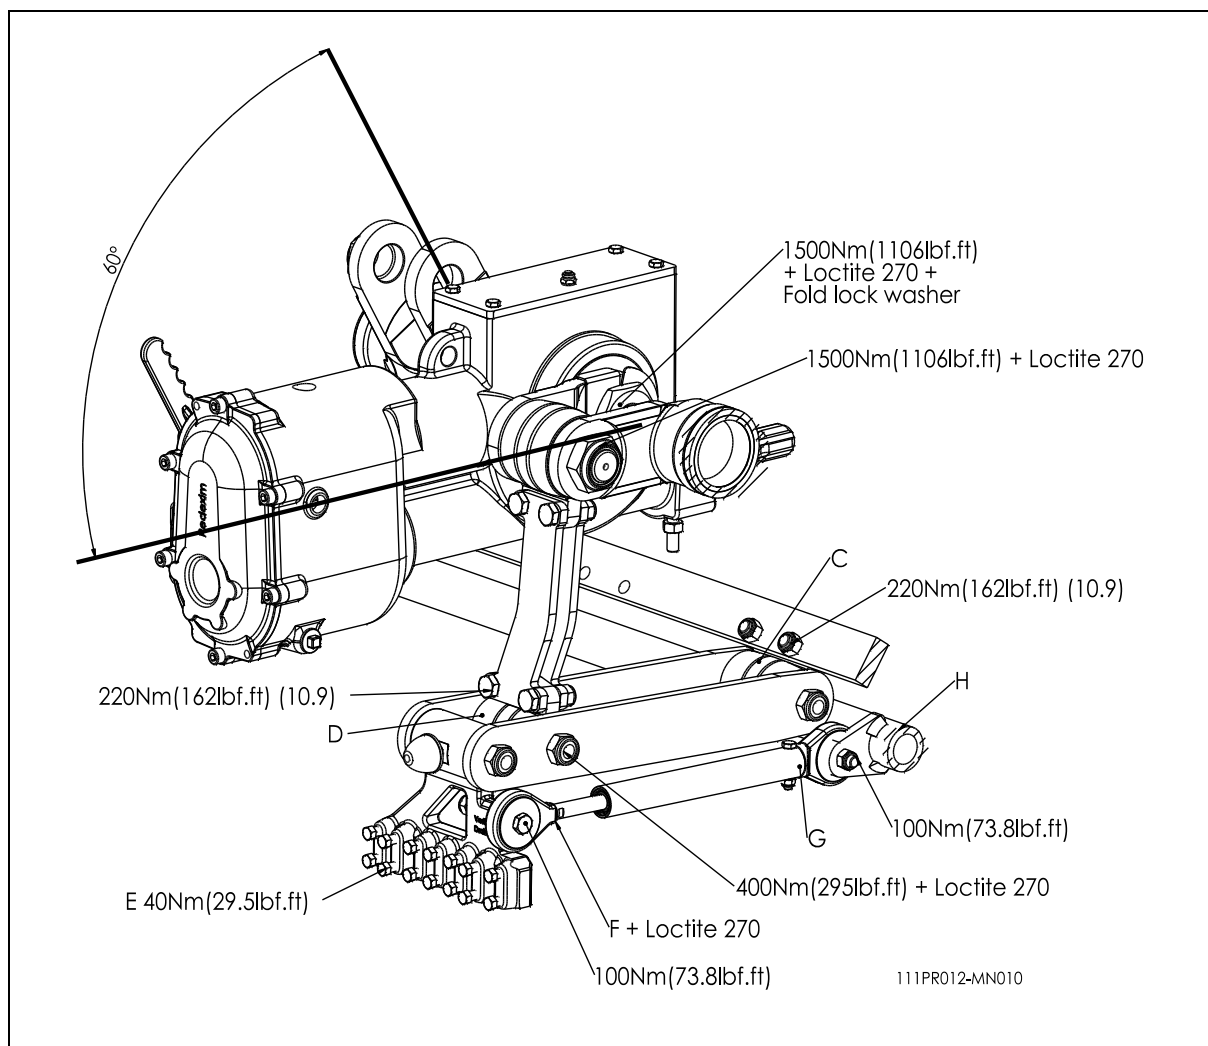

Bild 8
I bild 8 anges vridmotståndsvärden för de viktigaste bultarna/muttrarna. De bultar/muttrar, för vilka det inte finns några vridmotståndsvärden angivna, ska dras åt till samma värden som bultar/muttrar med samma storlek vars värden anges i bilden. Om bultar/muttrar lossnar av sig själv kan man applicera Loctite på dem.
6. När du har bytt ut vevaxel och/eller lager, sätt tillbaka delarna i samma sekvens som de togs bort. Använd Loctite på de ställen som anges i bild 8.
Om ett element inte längre befinner sig i linje med intilliggande element kan detta korrigeras på följande sätt (se bild 8):